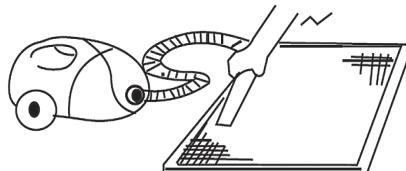

Рис. 1
3. Очистите фильтр с помощью пылесоса. Если фильтр сильно загрязнен, сполосните его водой [Рис. 1, 2].